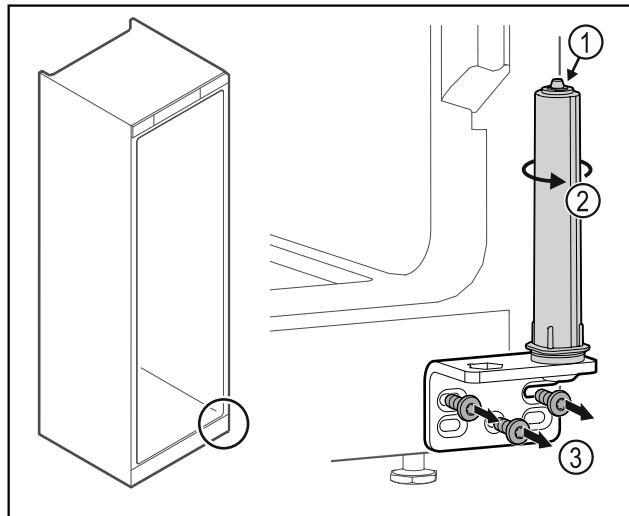

Fig. 18
- Mos e zbërtheni sistemin e mbylljes së derës Fig. 18 (1).
- ▶ Rrotulloni sistemin e mbylljes Fig. 18 (2) derisa të kërcasë.
- ▶ Lironi vidat e profilit të menteshës Fig. 18 (3).